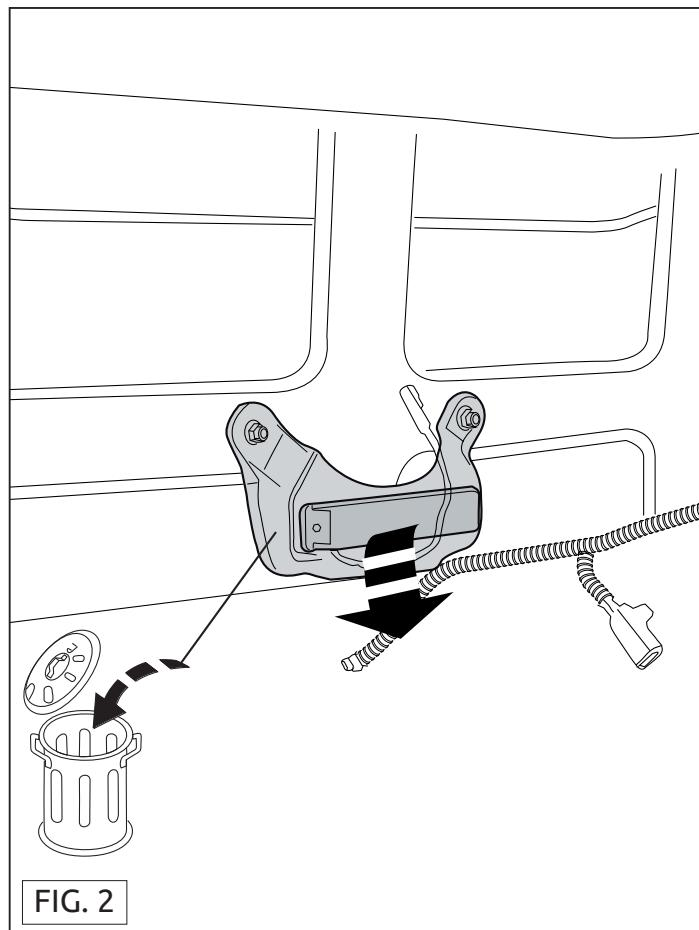

FIG. 2
3. Achtung, wenn vorhanden: Den Sensor abmontieren. Siehe Abbildung 2
3. Pas eventuelt på: Demonter sensoren. Se fig.2